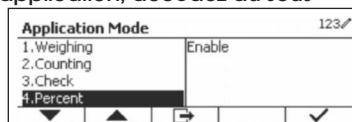

Figure 74
- Dans le menu du mode d'application, accédez au sous-menu Pourcentage. (Voir Figure 74)